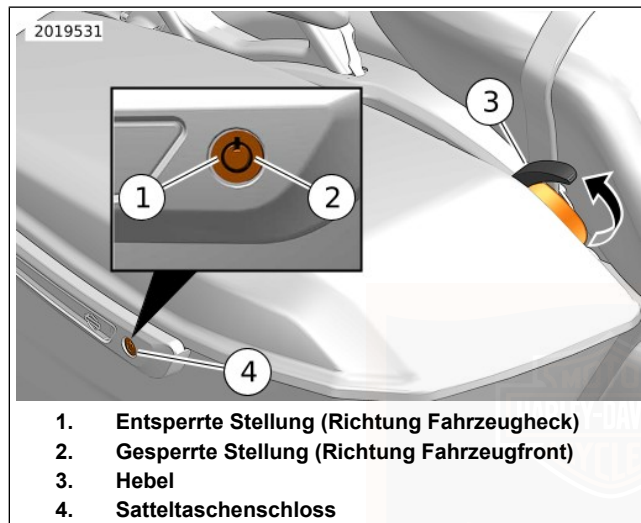

Abbildung 79. Satteltasche
Schlüssel: Siehe Abbildung 79. Den Schlüssel in das Schloss einführen. Den Schlüssel einstecken und um eine
Schlüssel: Siehe Abbildung 79. Den Schlüssel in das Schloss einführen. Den Schlüssel einstecken und um eine Vierteldrehung Richtung Fahrzeugheck drehen. Schlüssel zurück in mittlere Position bringen und herausziehen.
1. Siehe Abbildung 79. Satteltasche entriegeln.
2. Den Satteltaschenhebel (3) anheben.
1. Siehe Abbildung 79. Den Satteltaschendeckel zuklappen.
2. Den Hebel (3) nach unten drücken, bis die Verriegelungen einrasten. Überprüfen, dass der Deckel sicher geschlossen ist.
1. Siehe Abbildung 79. Die Satteltasche öffnen.